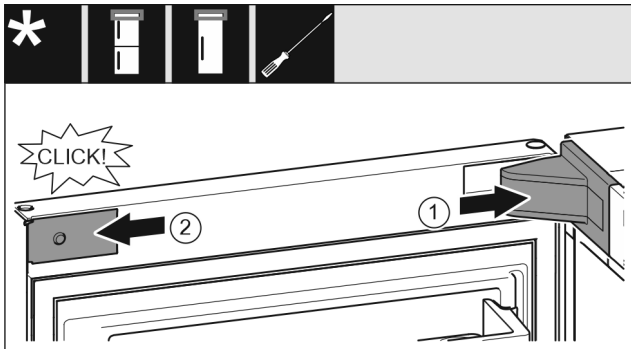

Fig. 23
- ▶ 放上并插入托架盖 Fig. 23 (1)，如有必要小心地按压分开。
- ▶ 将隔板 Fig. 23 (2) 放置到侧面并插入。